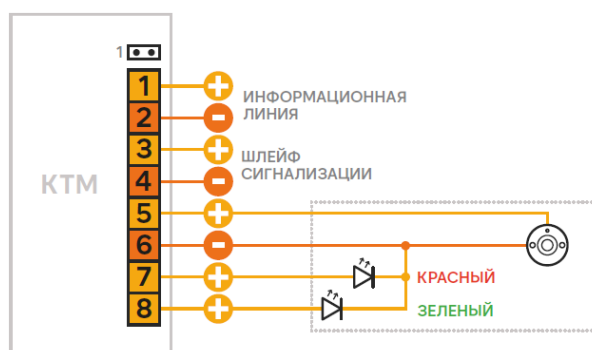

Рис. 2. Назначение клемм КТМ.
2.2. При использовании считывателя с одноцветным индикатором все проблески будут красными. Для этого необходимо соединить клеммы 7 и 8 перемычкой (см.рис.2).